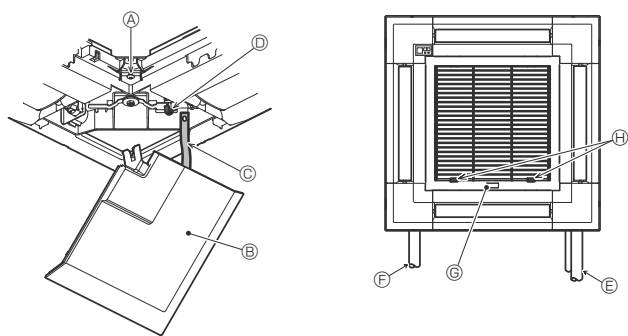

Fig. 9-11
9.5. Installation av insugsgrillen (Fig. 9-11)